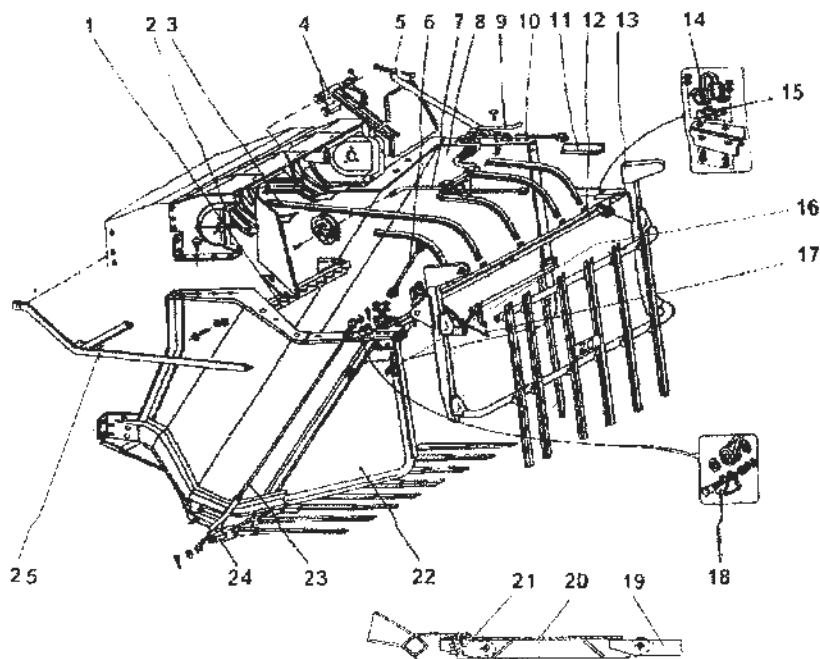

Рис. 175. Схема монтажа копнителя:
При сборке и установке копнителя следует руководствоваться монтажной схемой (рис. 175). Диаметры болтов выбирать по размерам отверстий, а их длину - по толщине пакета, из расчета выхода конца болта из гайки 2...3 мм.
- боковины копнителя 8 и 22 (рис. 175);